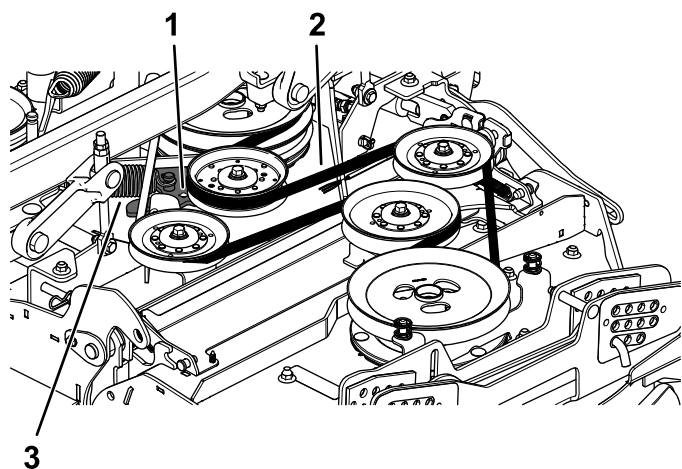

Figure 63
7. Insérez un rochet dans le trou carré du bras de la poulie de tension et faites tourner le bras vers l'arrière pour détendre le ressort de la poulie de tension (Figure 63).
8. Enlevez la courroie des poulies du tablier de coupe (Figure 63).